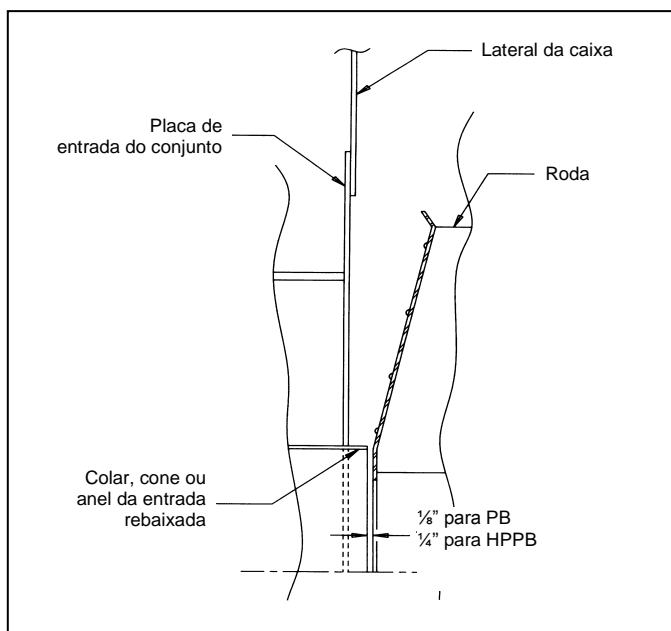

Figura 3
6. Ao instalar uma nova roda, deverá ser mantida a folga correta entre a roda e a entrada (ver Figura 3).